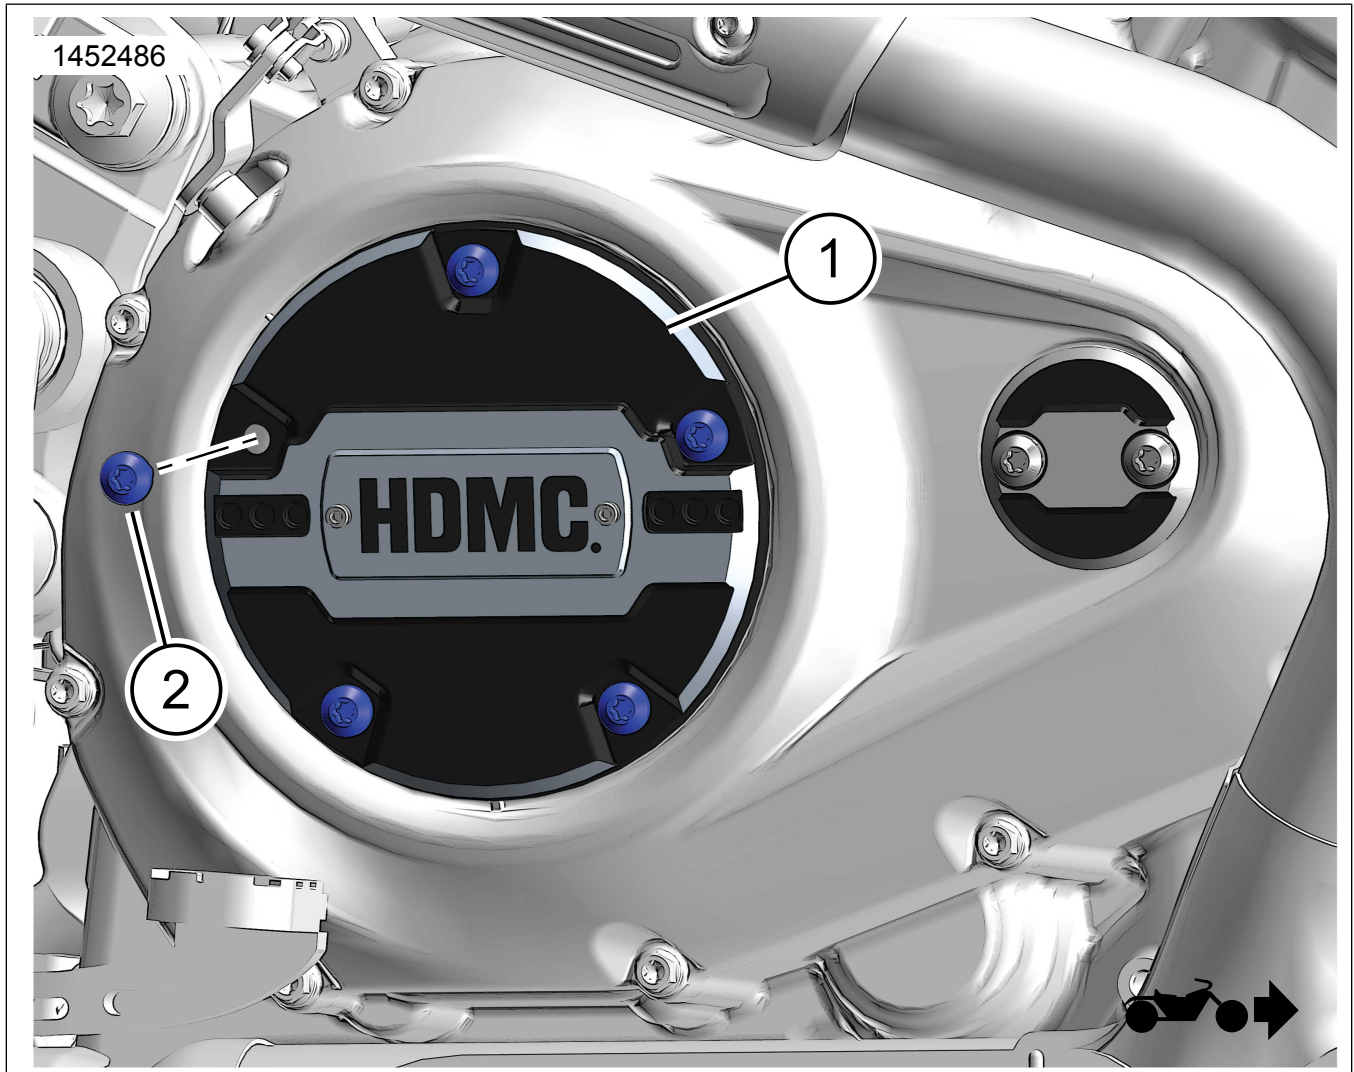

Figure 1. Contenu du kit : Kit couvercle d'embrayage
1. Voir la figure 1. Installer le couvercle d'embrayage (1).